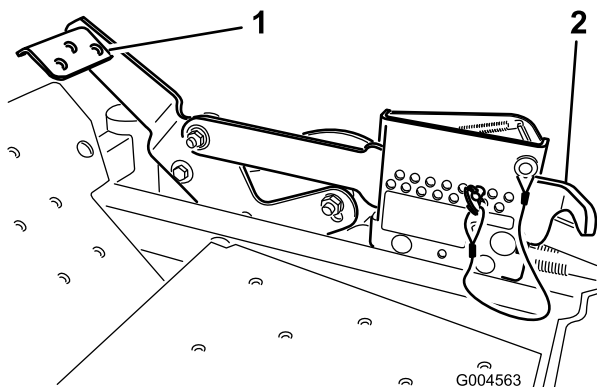

Figure 17
2. Appuyez sur ce levier tout en tirant sur le levier de sélection de hauteur de coupe (Figure 17).